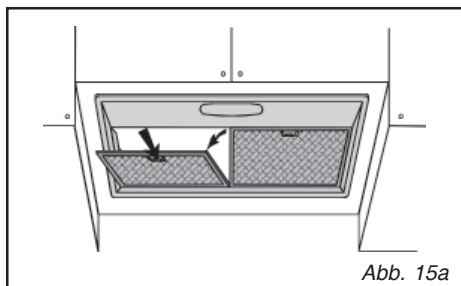

Abb. 15a
• Ausbau des Fettfilters (Abb.15a-15b)